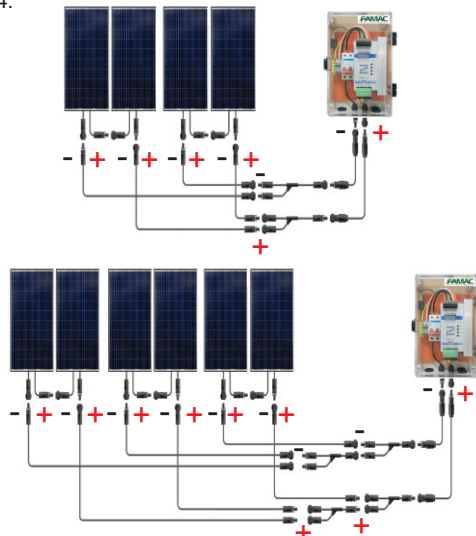

Figura 4: Arranjo de quatro módulos para o Conjunto de 1/2 cv e seis módulos para o Conjunto de 1,0 cv.
- O arranjo de quatro módulos fotovoltaicos para o Conjunto de 1/2 cv e de seis módulos fotovoltaicos para o Conjunto de 1,0 cv deve ser feito de acordo com a Figura 4.